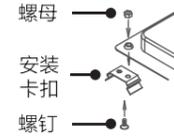

图4
- 3 将4个安装卡扣用随附的安装螺钉固定在产品箱体的相应部位（如图4）。